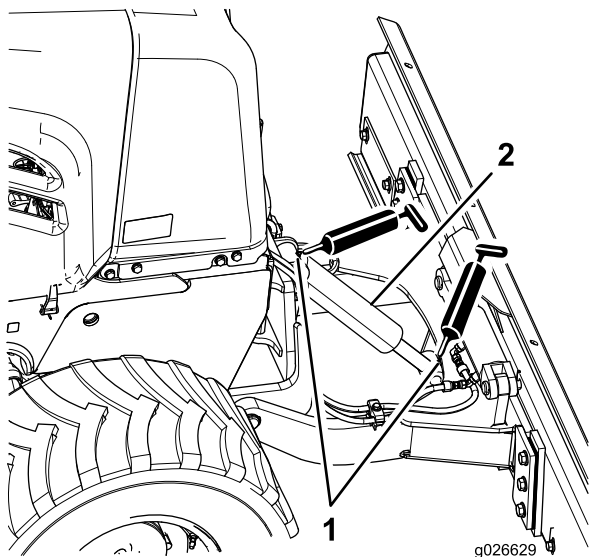

Рисунок 33
2. Подсоедините смазочный шприц к верхней и нижней масленкам цилиндра подъема; введите консистентную смазку в каждую масленку, сделав 3 качания шприцом (Рисунок 33).